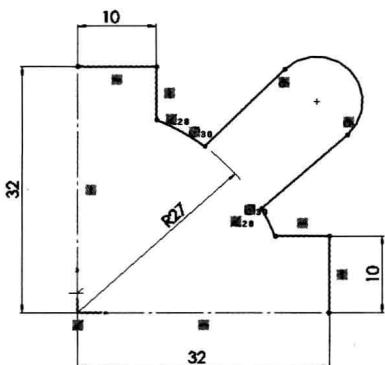

图 2-6 裁剪图形
**Step6** 裁剪图形。单击“草图”工具栏中的“剪裁实体”按钮 $\text{Trim}$ ，裁剪多余的圆弧，如图 2-6 所示。